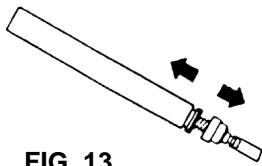

FIG. 13
4. Demonteer de soldeerhouder (fig. 13 & 14).